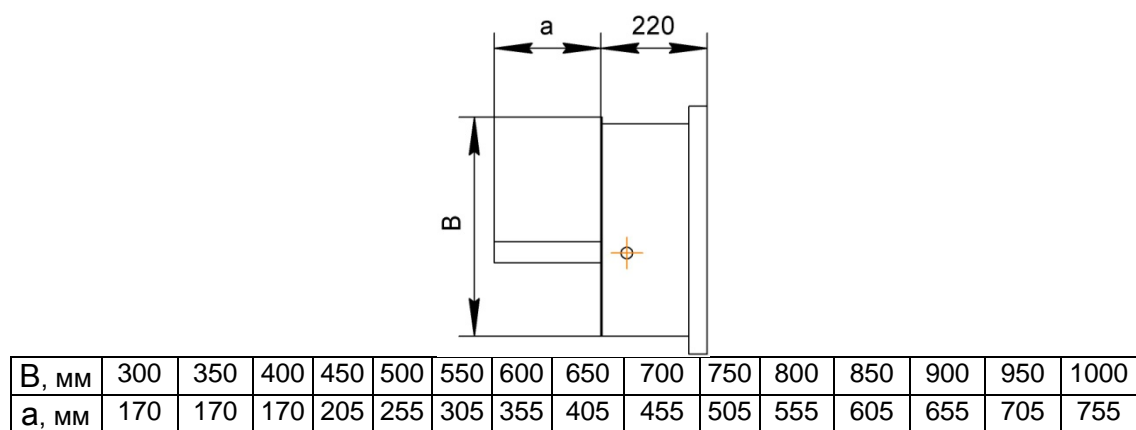

Рис.3. Размеры вылета заслонки в открытом положении за пределы корпуса клапана
4.2. При монтаже необходимо учитывать вылет заслонки за пределы клапана в открытом положении (см. приложение 3, рис.3, 3а, 3б).
Рис.3а. Размеры вылета заслонки в открытом положении за пределы корпуса клапана
Рис.3б. Размеры вылета заслонки в открытом положении за пределы корпуса клапана